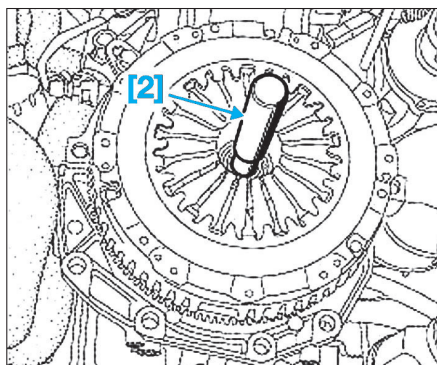

Fig. 2
- [2]. Centreur du disque d'embrayage (Fig.2).
- Centrer correctement le disque d'embrayage à l'aide de l'outil [2] (Fig.2).